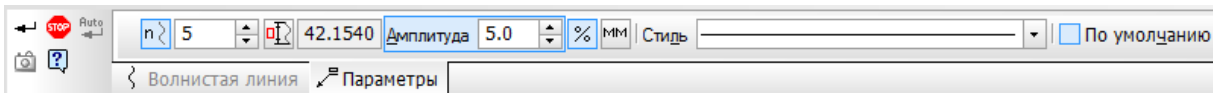

Рис. 150
Нажати кнопку **Волнистая линия**  на *Инструментальной панели Обозначения*. Перейти на вкладку *Параметры Панели свойств* і в полі *Количество полуволн*  ввести кількість напівхвиль – 5, (рис. 150). Якщо потрібно, можна змінити значення амплітуди хвиль у полі *Амплитуда*.
8. Видалити частини кіл $k11$ і $k12$ рис. 150,г. Послідовність дій наведено в п.10.1.4. Побудувати коло радіусом 86 мм, кола діаметром М10 (рис. 150, г).